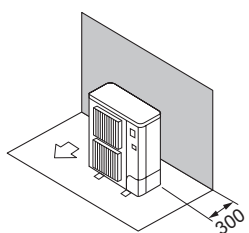

Fig. 2-6
- ① Překážky pouze vzadu (Fig. 2-6)